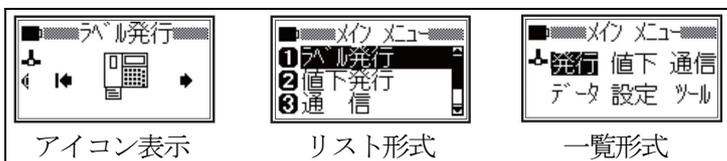
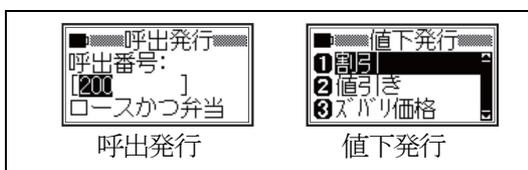

図1 メインメニューの表示形式 (3種類)
図2 メインメニュー外の表示画面
① 【1. 外装による判別】で液晶周りが紫色だった場合には更新対象の可能性があるので、以下の手順に従って確認を行ってください。
② neo3の電源を入れ、図1のようなメインメニュー画面になっていることを確認して下さい。
注：図2のような「呼出發行」や「値下発行」の画面になっている時は (F1) ボタンを押して図1の画面に戻してください。
- ③ neo3の電源を落とした状態にして、下記図2の様にneo3本体とパソコンをUSBケーブルで接続して下さい。
図2 neo3-PC 接続図